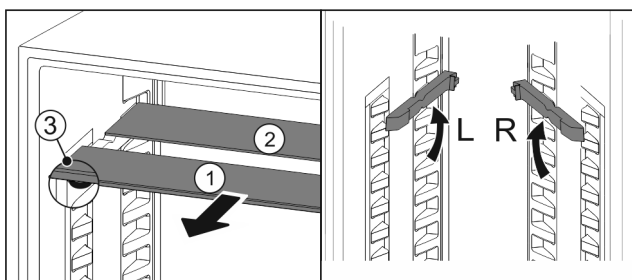

Fig. 76
- ▶ По одной извлеките Fig. 76 (1) стеклянные панели движением вперед.
- ▶ Стеклянная панель Fig. 76 (1) с декоративной планкой лежит спереди.
- ▶ Стопоры Fig. 76 (3) показывают вниз.